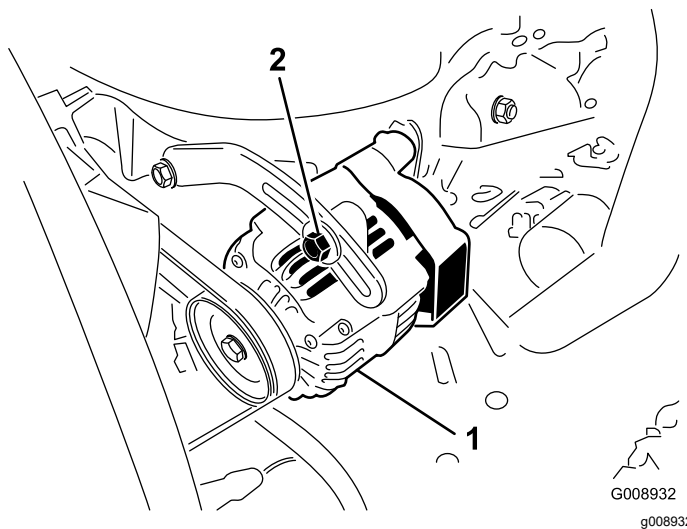

Рисунок 118
Через каждые 100 часов работы проверяйте состояние и натяжение ремней (Рисунок 118).
3. Если прогиб не равен 10 мм, ослабьте болты крепления генератора (Рисунок 118).